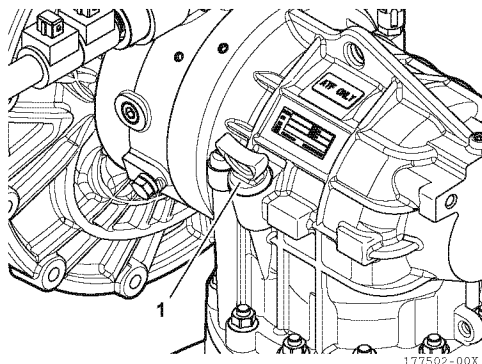

Figura 26
17. Installare l'astina (1, **Figura 26**) con il nuovo O-ring.